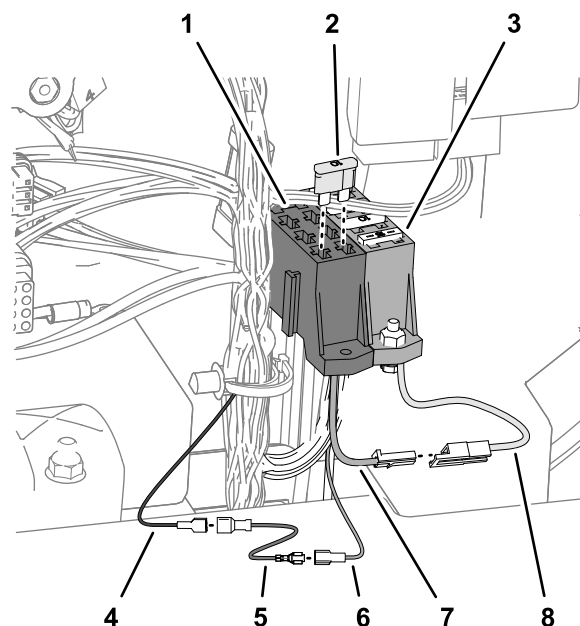

Figure 42
1. Montez le porte-fusibles de faisceau supplémentaire (réf. 92-2641) sur le porte-fusibles de la machine (Figure 42).
2. Connectez le porte-fusibles du faisceau (réf. 92-2641) au porte-fusibles (Figure 42) de la machine comme suit :
3. Connectez le faisceau de démarrage avec la clé (réf. 107-0672) au câble du porte-fusibles de faisceau (réf. 92-2641) (Figure 42) comme suit :
- Connectez le faisceau de démarrage avec la clé (réf. 107-0672) au câble d'alimentation auxiliaire du faisceau du kit Polar Trac (Figure 42) comme suit :
- Insérez le fusible (10 A) dans l'emplacement libre du porte-fusibles (Figure 42).